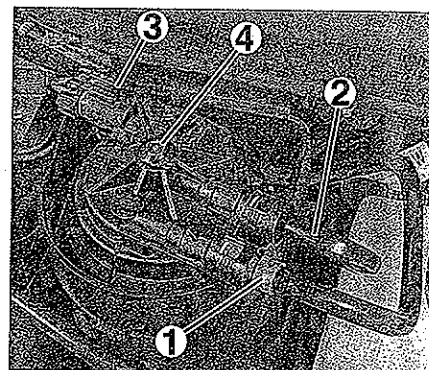

FIG. 23
- Desconectar las tuberías de entrada (1) y de salida (2) del filtro (fig. 23).
- Sacar el conector (3) del calefactor de combustible.
- Desmontar el tornillo central (4) de la carcasa de cubeta de filtro y desmontar este último.